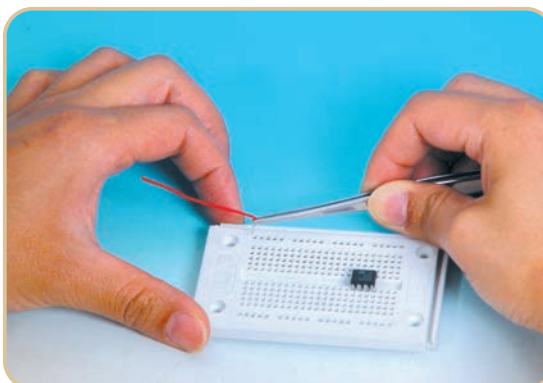

图 2-49
③ 元器件安装后,再插接电源的正极线和负极线。面包板最外边两排插孔通常用来插接正极线和负极线。连线通常用线径 0.6 mm 的单股线。为查线方便,连线应使用不同颜色的塑料皮导线,一般连电源正极的电源线用红色导线,负极线用黑色导线(如图 2-49)。